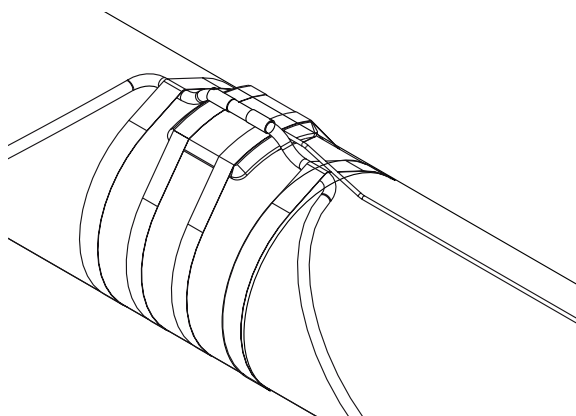

Figura 7: Ponto quente artificial
- A posição correta é em cima do tubo (veja a Figura 7).